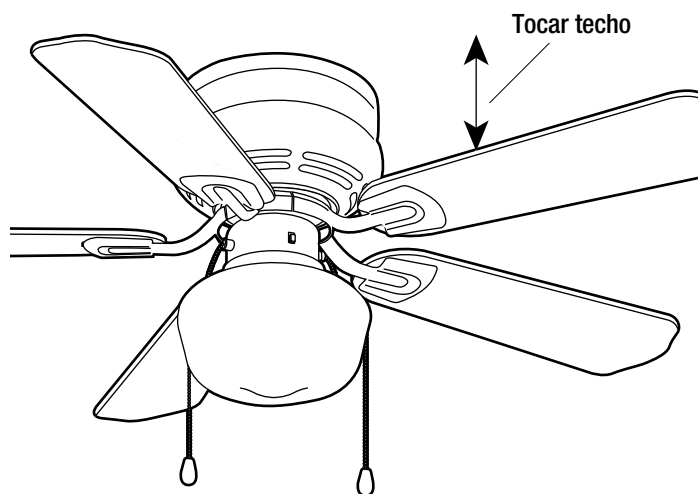

Figura 14
- La mayoría de problemas de bamboleo ocurren cuando los niveles de las aspas son desiguales. Compruebe este nivel seleccionando un punto en el techo sobre la punta de una de las aspas. Mida esta distancia como se muestra en la Figura 14. Gire el ventilador hasta que la siguiente aspa esté ubicada para medición. Repita para cada aspa. Las medidas deben estar dentro de 1/8 plg (3 mm).